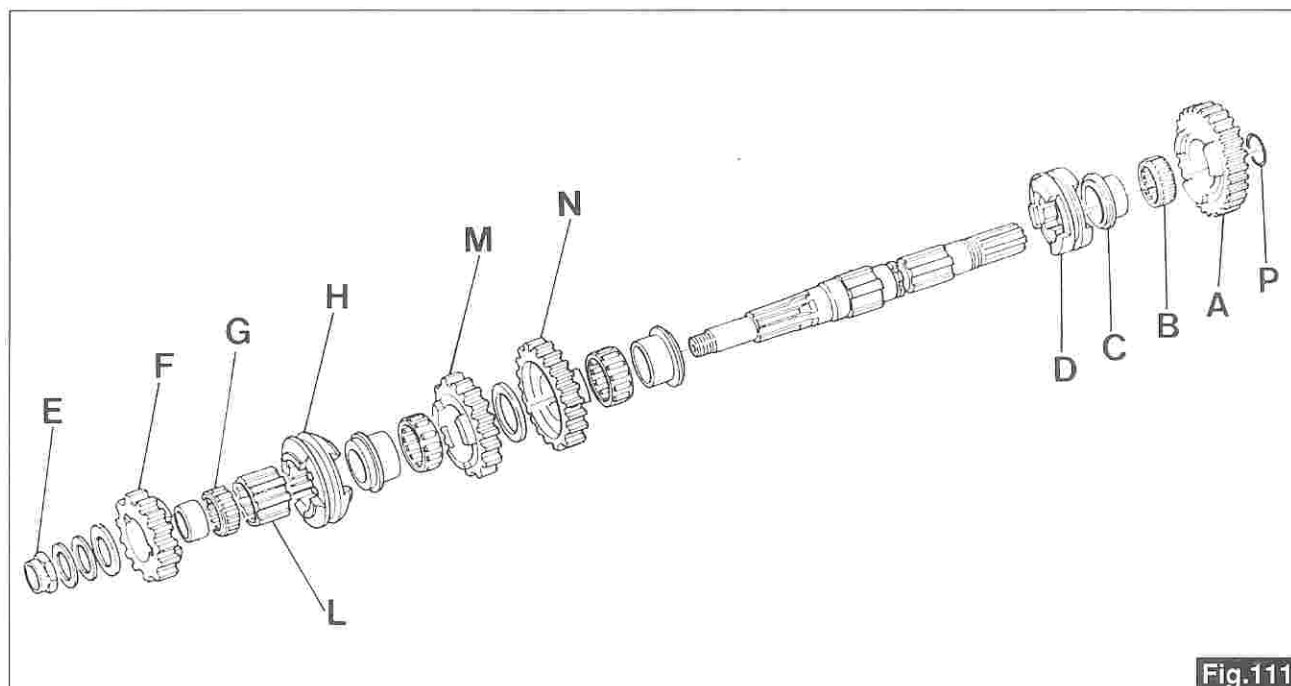

Fig.111
Smontaggio albero secondario (fig. 111)
Layshaft disassembly (fig. 111)
- montare sul lato 4^a velocità la rosetta di spallamento, quindi le rosette di aggiustaggio fino a che tra le rosette di aggiustaggio e l'ingranaggio 5^a velocità si raggiunga la quota prestabilita di mm 144,7÷145,2. (Per la misura togliere l'anello OR tra ingranaggio 1^a e 5^a velocità) («P» di fig.111);
- (in order to carry out this measurement remove the OR ring between the 1st gear and the 5th speed) («P» in fig.111);